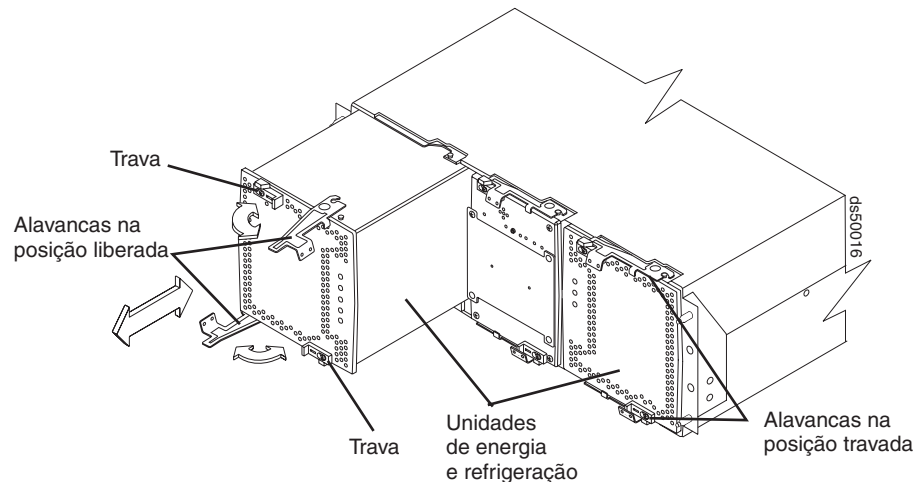

Figura 130. Removendo uma unidade de fonte de alimentação e de refrigeração do DS5100 ou DS5300
9. Destrave as alavancas superior e inferior na unidade de fonte de alimentação e de refrigeração com falha. Gire as alavancas simultaneamente e remova a unidade de fonte de alimentação e de refrigeração com falha. (O Figura 130 mostra uma unidade de fonte de alimentação e de refrigeração deslizando do chassis do subsistema de armazenamento.)